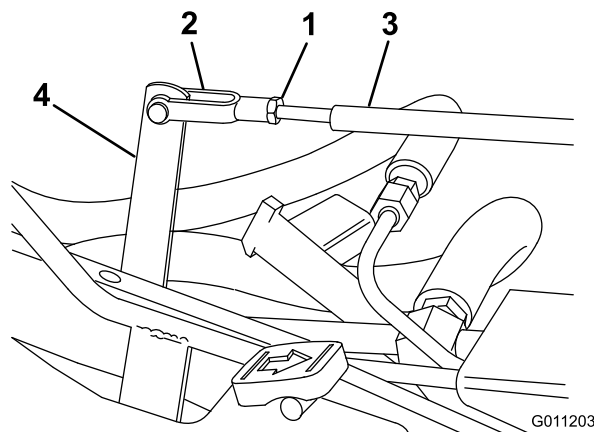

Bild 42
3. Bewegen Sie den Einstellhebel per Hand um die Mäh- und Hubpedale zu nivellieren. Stellen Sie dann das Joch an der Schaltstange so ein, dass das Loch im Joch mit dem im Einstellhebel übereinstimmt (Bild 42).